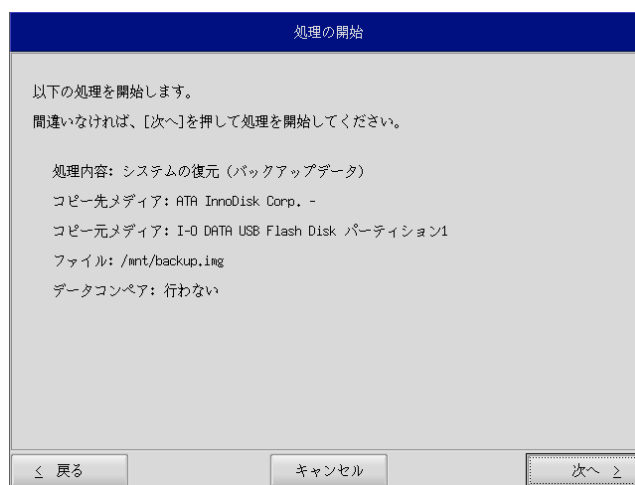

図 5-2-7. 確認画面
- ⑪ 確認画面 (図 5-2-7) が表示されます。メディア、パーティション、バックアップファイルを確認します。[次へ] ボタンを押します。